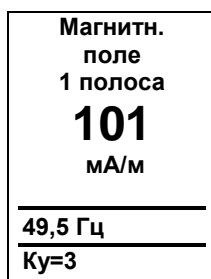

Рисунок 5
9.2.3. Нажмите на кнопку «**F**» и перейдите в режим измерения. Вид экрана в режиме измерения представлен на рис. 5.